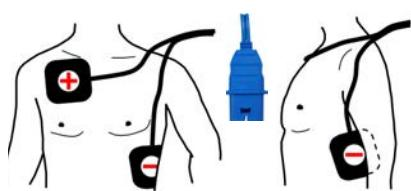
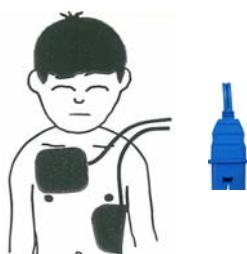

Fig. 5.2 Sites d'application des électrodes adultes
Fig. 5.3 Sites d'application des électrodes pour enfants de plus de 25 kg
Le placement des électrodes est effectué de la même façon chez les adultes et les enfants dont le poids est supérieur à 25 kg (voir Fig. 5.2 Sites d'application des électrodes adultes et Fig. 5.3 Sites d'application des électrodes pour enfants de plus de 25 kg page 104).
1. Nettoyer et sécher les sites d'application des électrodes (voir Fig. 5.2 Sites d'application des électrodes adultes page 104/Fig. 5.3 Sites d'application des électrodes pour enfants de plus de 25 kg page 104). Nettoyer la peau uniquement en la frottant vigoureusement avec un tissu sec.
3. Coller la seconde électrode de biais sous le sein gauche, tel qu'illustré à la Fig. 5.2 Sites d'application des électrodes adultes page 104Fig. 5.3 Sites d'application des électrodes pour enfants de plus de 25 kg page 104.